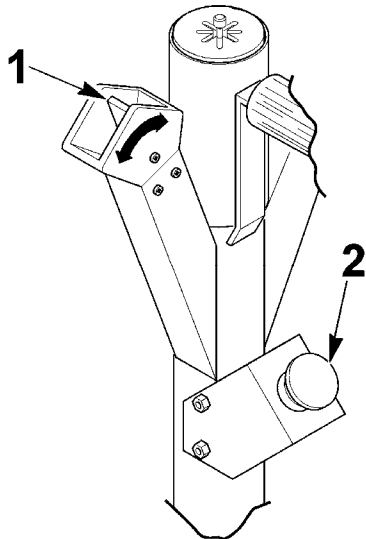

Fig.15
9. Pour ouvrir et fermer le centreur automatique, agir sur le manipulateur (Fig.15).
10. Appuyer sur l'interrupteur de secours (#2 Fig.15): toute les commandes sont inactivées. Tourner le bouton de secours dans le sens inverse aux aiguilles d'une montre et appuyer sur le bouton de rétablissement placé dans la boîte du système électrique pour retourner aux normales conditions de travail.